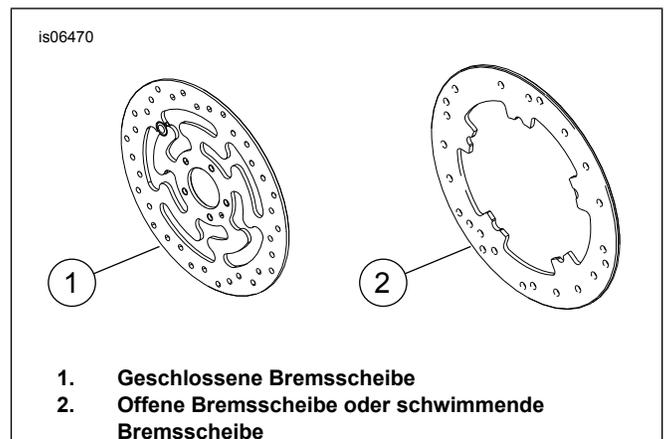

Abbildung 1. Vorderradbremsscheiben-Ausführungen
- Bremsscheibenschrauben (Siehe Abbildung 1. und Siehe Tabelle 1..)